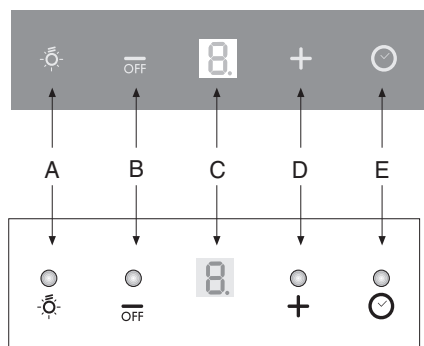

Fig.9
• **COMANDI: LUMINOSI (Fig.9)** la simbologia è di seguito riportata: